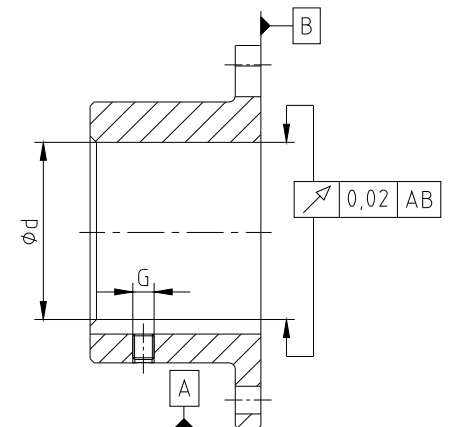

figura 4: funcionamiento concéntrico y axial
- Cuando el cliente lleve a cabo el mecanizado de los mangones, debe respetar la precisión de concentricidad y perpendicularidad (ver figura 4).